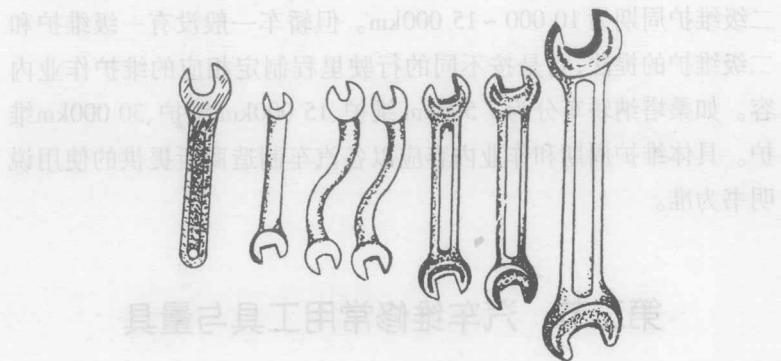

图 1-1 开口扳手
(1) 开口扳手 开口扳手按形状有双头和单头之分，如图 1-1 所示。开口扳手用来紧固或拆卸一般标准规格的螺母和螺栓。开口扳手通常 8 件或 10 件为一套。适用范围为 6 ~ 24mm 或 6 ~ 32mm。